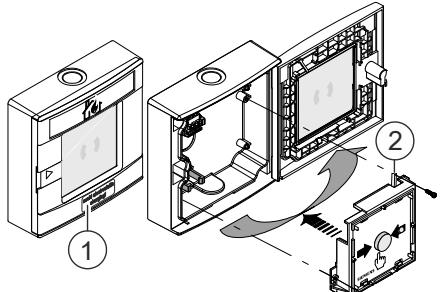

Fig. 2
3. Latch the corresponding DMA1103D/DMA1133D/DMA1153D switching unit (Fig. 2) into the connected DMA1192 housing and screw it tightly in place.
1. Attach the 'Avoid electrostatic charging' sticker to the housing so that it is clearly visible. The sticker comes with the switching unit (Fig. 2 [1]).
3. Entsprechenden Schaltungseinsatz (Fig. 2) DMA1103D/DMA1133D/DMA1153D in angeschlossenes Gehäuse DMA1192 einklinken und festschrauben.
1. Bringen Sie das Klebeschild 'Avoid electrostatic charging!' gut sichtbar auf dem Gehäuse an. Das Klebeschild wird mit dem Schaltungseinsatz geliefert (Fig. 2 [1]).